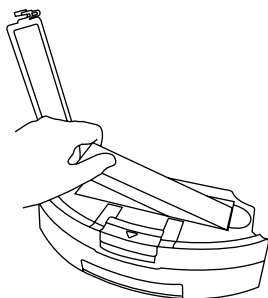

Figure 1
1. Ouvrez le couvercle d'accès au filtre HEPA pour son entretien (Figure 1). Le filtre HEPA ne peut être nettoyé, auquel cas il serait détérioré.